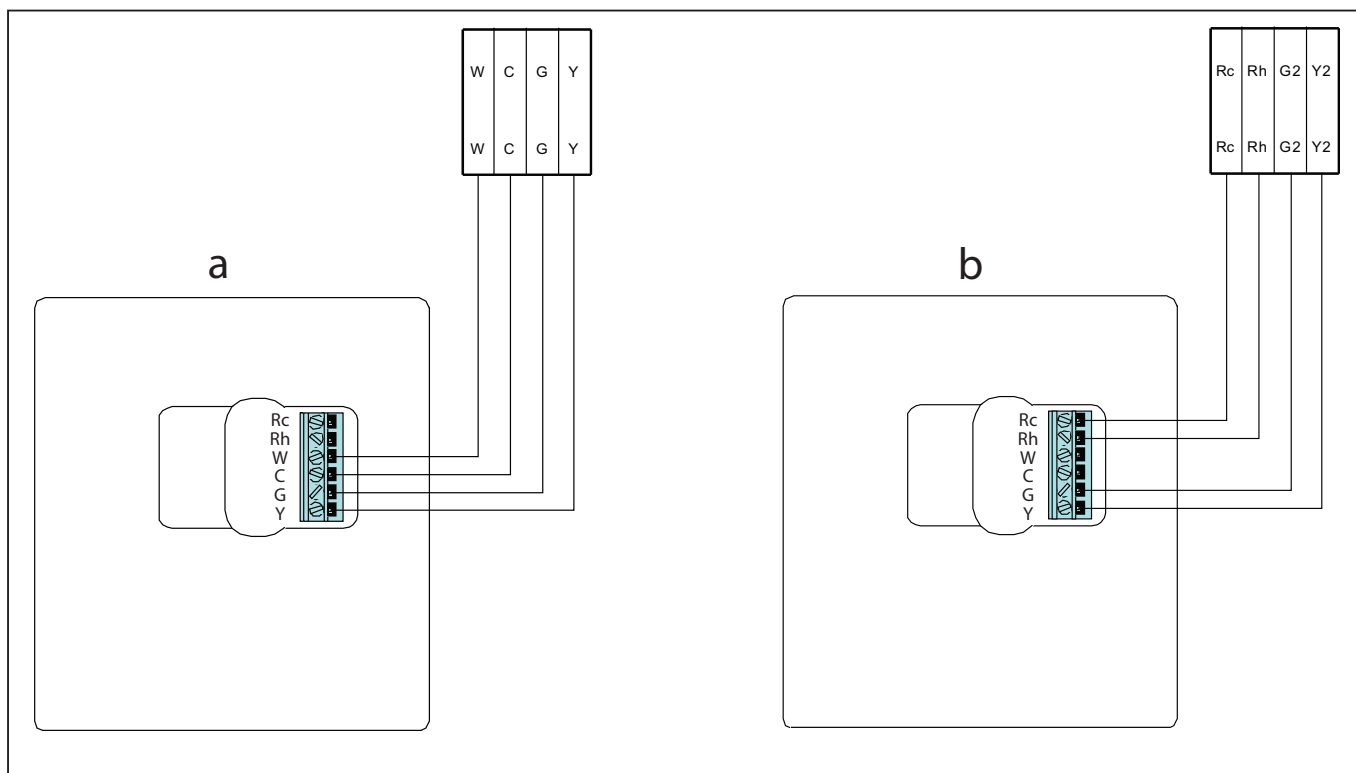

Fig. 3 - Schema dei collegamenti elettrici di potenza
8. Assegnare e collegare ogni cavo al terminale corretto della morsettiera (vedi Fig. 3). Fare riferimento allo schema di cablaggio (pagina 36) per ulteriori dettagli. Il manuale dell'unità indica a quale morsettiera deve essere collegato il NUI. Per il collegamento a W-C-G-Y, fare riferimento alla figura 3a; per il collegamento a Rc-Rh-G2-Y2, fare riferimento alla figura 3b.